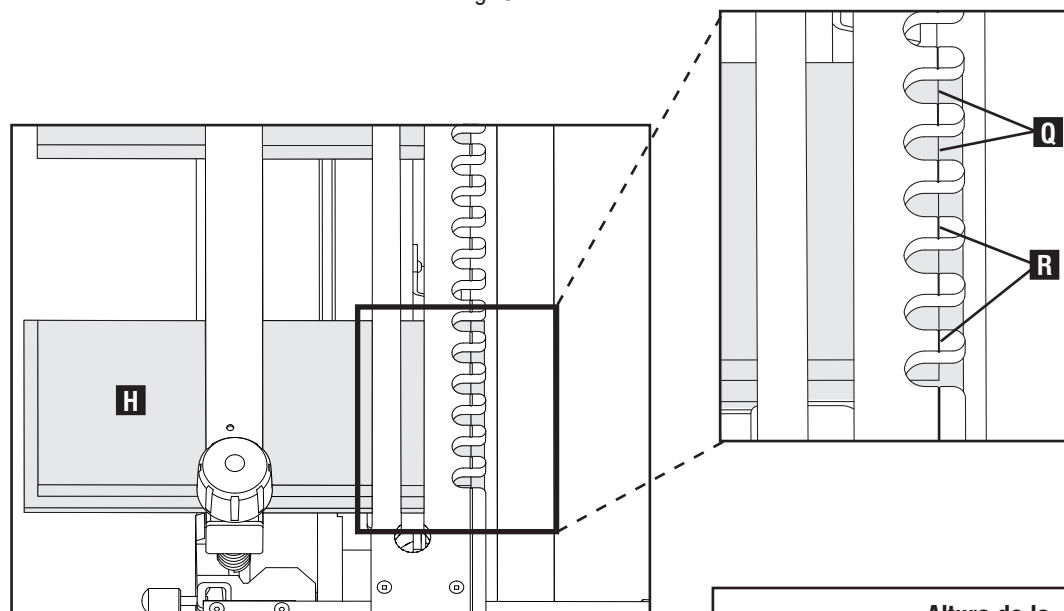

Fig. G12
1. Quite la tabla con cola (B).
2. Al colocar la tabla con cola (H) Fig. G12 con la plantilla digital fija, no necesita la tabla espaciadora con reborde pero puede usarla si lo desea. Asegúrese de que el material de descarte horizontal se encuentre en posición del otro lado.
3. Al colocar la tabla con espiga (H) en el montaje horizontal, deslice la tabla hacia adelante hasta que el reborde (Q) esté alineado con la línea de alineación semiciega trazada (R) y al ras con el borde izquierdo.